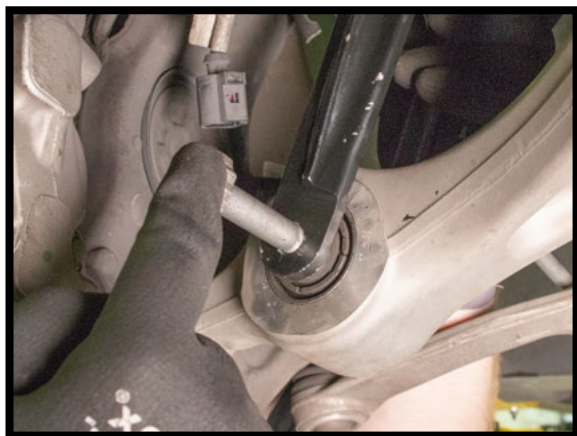

图17
2. 安装支柱底部安装螺栓和螺母，按照制造商的规范拧紧。(图 17·18)